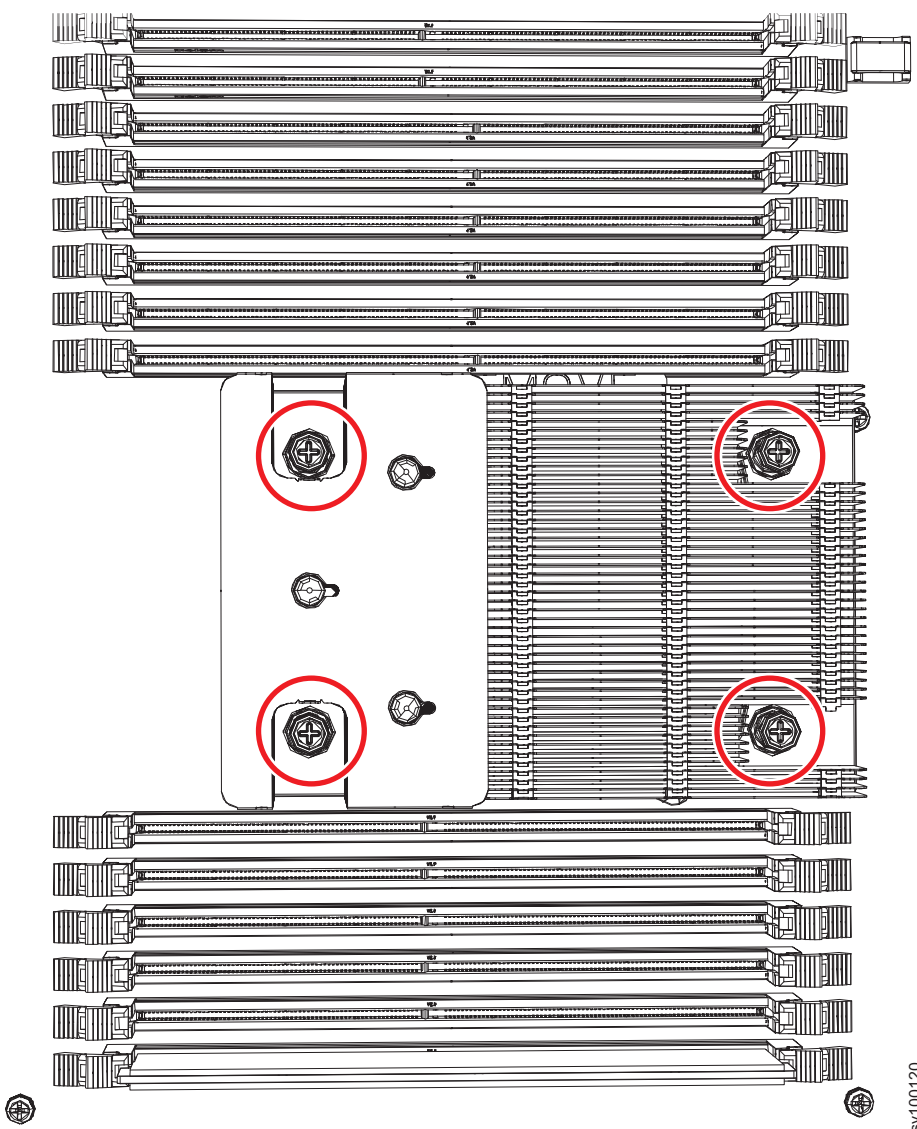

Figura 186. Removendo o dissipador de calor
1. Solte os parafusos de retenção do dissipador de calor, conforme mostrado em Figura 186.